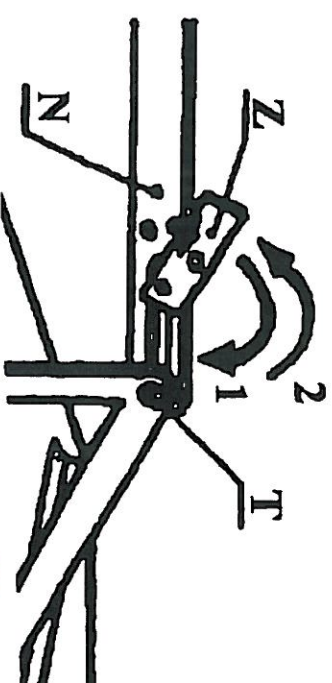

Рис. 11. Установка собачки „Z” в транспортное положение
- 3) повернуть собачку „Z” (Рис. 11) вверх, в положение, обеспечивающее перемещение штофта „Т” в продольном отверстии тяги „N” (копирование территории);